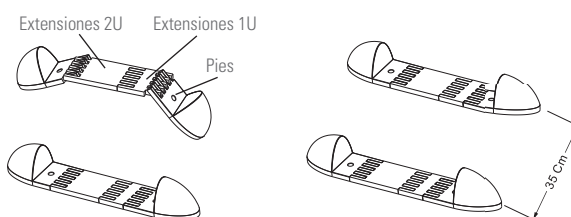

Fig. 8. Conjunto de pies con extensiones.
- Proceder al ensamblaje de los pies y las extensiones tal como se muestra en la Fig. 8.